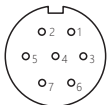

图3 调速器接线图
- 6.2.3 按图3及表2进行接线，接线完毕后请用电工胶带缠绕电机接线柱。